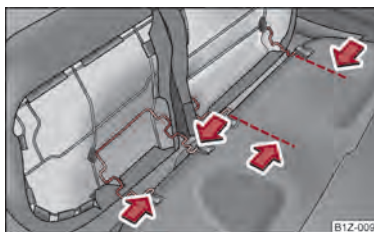

Fig. 49 Demontarea suprafețelor de șezut
- Apăsăți mânerul de sârmă în sensul săgeții ⇒ fig. 49 și scoateți scaunul din suport.